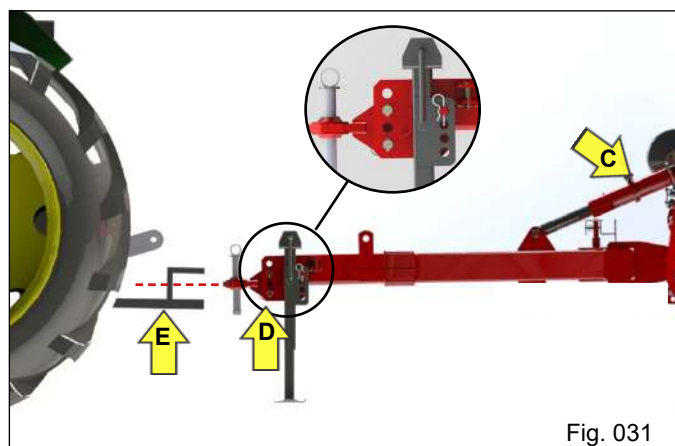

Fig. 031
a) Utilizando o regulador do cabeçalho "C" e o engate com rótula "D", ajuste a altura do engate do cabeçalho à barra de tração do trator "E" (Fig. 031).